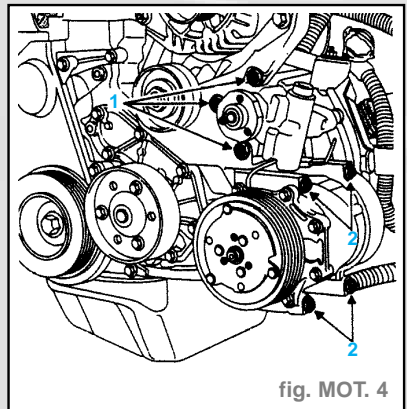

fig. MOT. 4
- Retirer les trois vis de fixation (1) de la pompe de direction assistée et les quatre vis de fixation (2) du compresseur de conditionnement d'air (fig. MOT. 4).